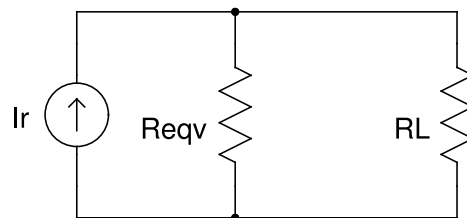

Figura 5.3
6. Monte o circuito da figura 5.3 para $R_{eqv} = R_1 // R_2 // R_3$ e $I_r = \frac{E_r}{R_{eqv}}$ (utilize um potenciômetro para ajustar R_{eqv});
5.3. Estenda a propriedade observada na questão anterior para o caso de um circuito composto por três geradores de corrente em série. obtenha o circuito simplificado, semelhante ao da figura 5.3, equivalente a situação descrita (com três geradores de corrente).